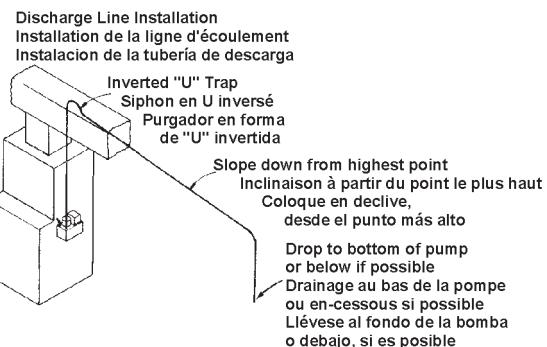

Figure 4
- Run flexible tubing or pipe from the evaporator drain into one of the three pump inlets, ensuring that the piping is sloped downward to allow gravity flow (Fig. 4). Extend the piping into the tank from 1 to 3 inches to ensure that it will not interfere with proper float operation. Cut the piping at an angle where it enters the tank.
- Courant flexible tubage ou pipe dès evaporator drain into 1 de la 3 pompe inlets. Pour permettre un bon écoulement, s'assurer que le tuyau d'admission est bien dirigée vers le bas (Fig. 4). Introduire le tuyau d'entrée de 1 à 3 pouces (de 2,5 à 7,5 cm) à l'intérieur du réservoir afin de s'assurer qu'il ne nuise pas au fonctionnement du flotteur. Vérifier que le tuyau d'entrée est coupé en angle à son entrée dans le réservoir.
- Corra flexible tubería o pipe desde evaporator alcantarilla into 1 de la 3 bomba inlets. Cerciórese de que la tubería de la toma se encuentre en declive, para permitir el flujo por gravedad (Fig. 4).